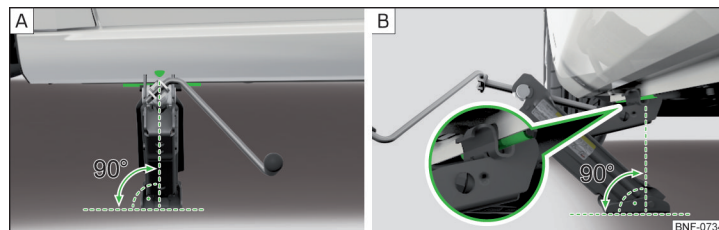

Fig. 153 Sådan sættes donkraften på.
- Sørg for, at donkraftens bundplade står på et lige underlag med hele fladen, så donkraften befinder sig i lodret position i forhold til løftekanten » Fig. 153 – [A].
- Drej donkraften så højt op med håndsvinget, at dens griber tager fat i kanten » Fig. 153 – [B].